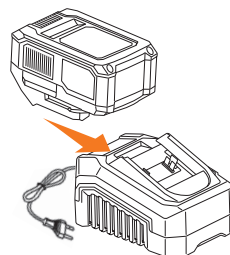

Рис. 2
- Подключите аккумулятор к зарядному устройству. Индикатор на зарядном устройстве заморгает зеленым светом, и начнется процесс зарядки (Рис. 2).